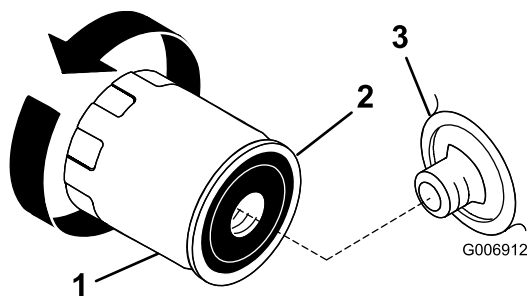

Figure 32
2. Retirez le filtre à huile usagé et essuyez la surface du joint de l'adaptateur (Figure 32).
3. Appliquez une fine couche d'huile neuve sur le joint en caoutchouc du filtre de rechange (Figure 32).
5. Tournez le filtre à huile dans le sens horaire jusqu'à ce que le joint touche l'adaptateur, puis donnez 1/2 à 3/4 de tour supplémentaire (Figure 32).